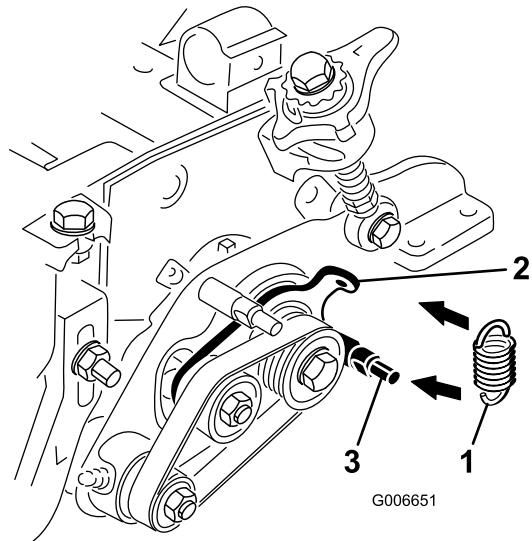

図 11
22. アイドラスプリングをアイドラプレートの穴に掛け、グルーマプレートの低い方のスタッドに掛け回す図 11。スプリングフックの開いている側の端部が駆動プーリに向くように取り付ける。